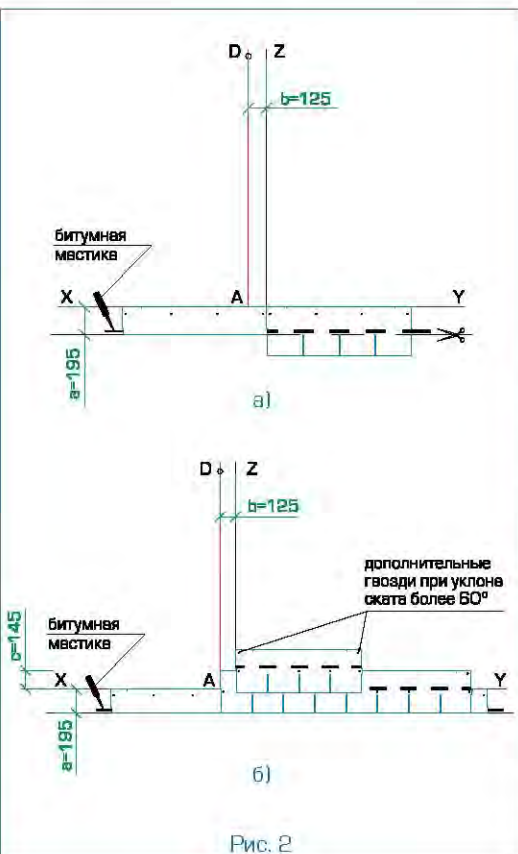

Рис. 2
### Укладка материала (рис. 2)
- Начальный ряд формируется из листов черепицы КЛАССИК обрезанных по линии образованной конечными точками вырезов. Полученные таким образом полосы шириной 19,5 см укладываются по линии карниза в обе стороны от линии Z (рис. 2а) и фиксируются по нижнему краю битумной мастикой, а по верхней кромке 4 гвоздями (ось гвоздей на 5 см ниже верхнего края полосы);
- далее первый ряд черепицы укладывается от линии AD (рис. 2б);
- второй ряд укладывается от линии Z (со смещением 12,5 см от AD) (рис. 2б);